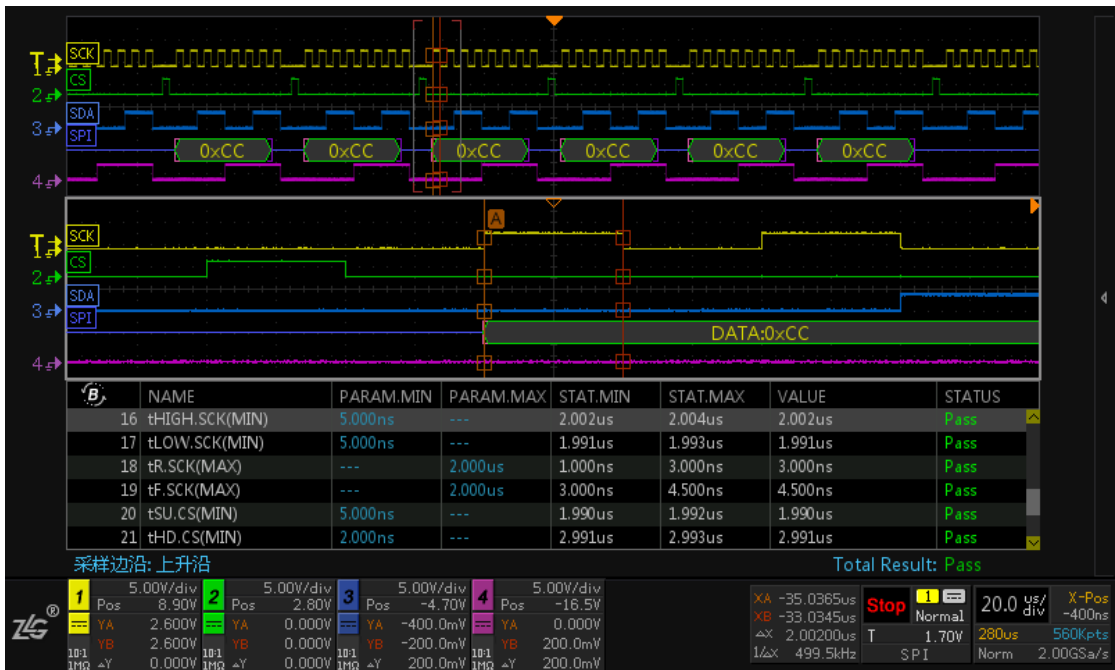

图 2.11 数据分析
- 在测试列表中旋转旋钮 B 可查看测试表中的参数测试结果, 需要查看某一项参数测试细节可通过旋钮 B 选中后短按旋钮 B, 此时屏幕中的缩放窗口将跳转至所选数据的测试部位, 如图 2.11 所示。